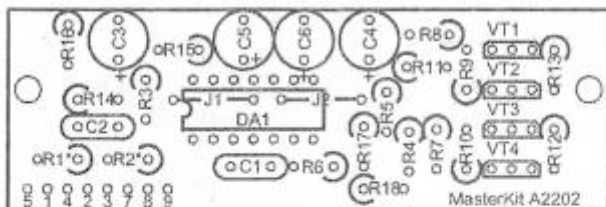

Рис.5 Схема расположения элементов на печатной плате логарифмического детектора
- отформуйте выводы компонентов и установите их на печатной плате (см. рис. 5, 6, 7);